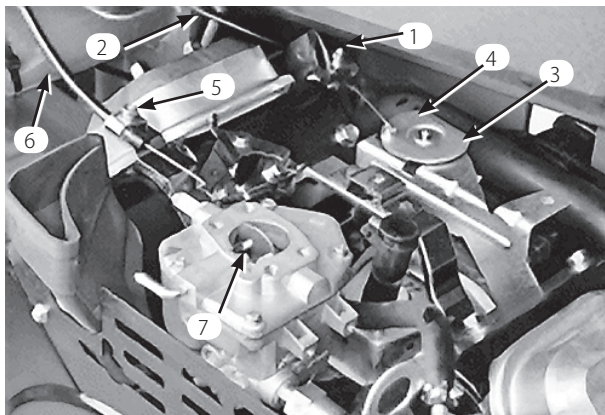

図 37
1. チョーク・ケーブルをエンジンに止めているクランプをゆるめる (図37)。
3. スロットル・ケーブルを十分に引いて、スイベルの後部をストップに接触させる (図37)。
3. ケーブルをしっかりと引いて、チョーク・バタフライを完全に閉じ、クランプを締める (図37)。